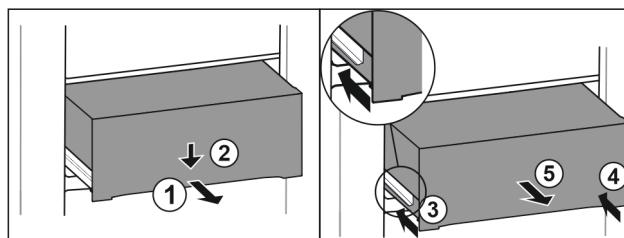

Fig. 99
- Extrageți pe jumătate sertarul. Fig. 99 (1)
► Apăsați în jos sertarul pe partea frontală. Fig. 99 (2)
► Inserați şina stângă aproximativ 2 cm. Fig. 99 (3)
► Inserați şina dreaptă aproximativ 2 cm. Fig. 99 (4)
► Extrageți sertarul spre înainte. Fig. 99 (5)